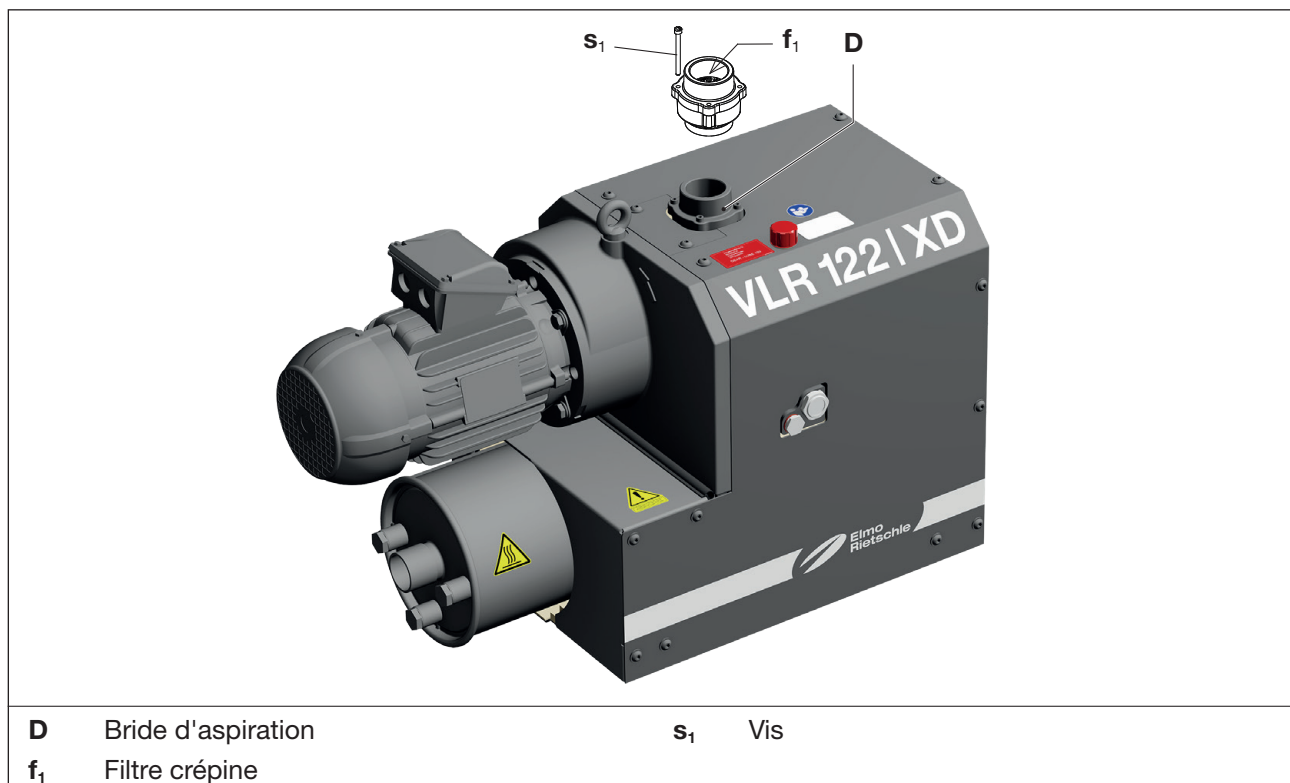

Fig. 9 Filtre crépine
- b) Retirez la bride d'aspiration (Fig. 9/D) après avoir desserré les vis (Fig. 9/s₁).
- c) Nettoyez le filtre crépine (Fig. 9/f₁). Contrôlez également si le siège de soupape est contaminé.
- d) Remontez la bride d'aspiration (Fig. 9/D) et serrez les vis.